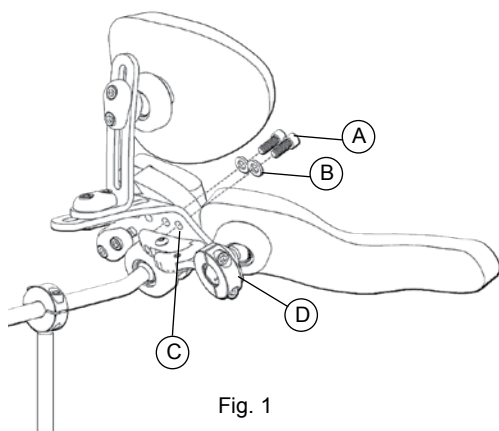

Fig. 1
1. Bevestig de zwenkbare laterale beugel(s) (Fig. 1, D) aan S.O.F.T. basisplaat opbouw (Fig. 1, C) door middel van bouten (Fig. 1, A) en ringen (Fig. 1, B). Draai de bouten stevig aan.